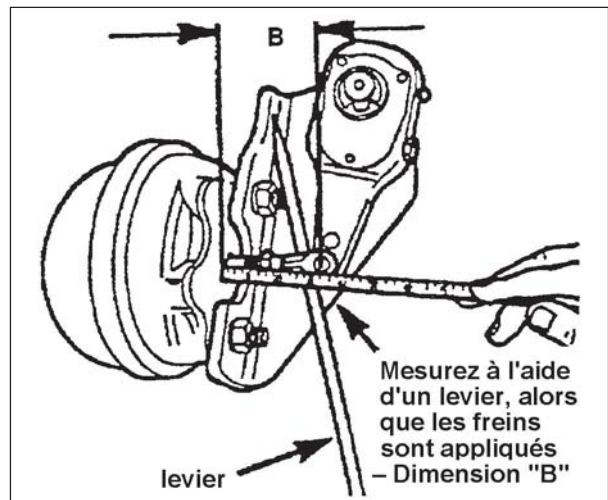

Fig. 8-26 COURSE LIBRE
2. À l'aide d'un levier, poussez sur le régleur de jeu jusqu'à ce que les segments de frein entrent en contact avec le tambour, puis mesurez le mouvement du régleur de jeu (voir Fig. 8-26).